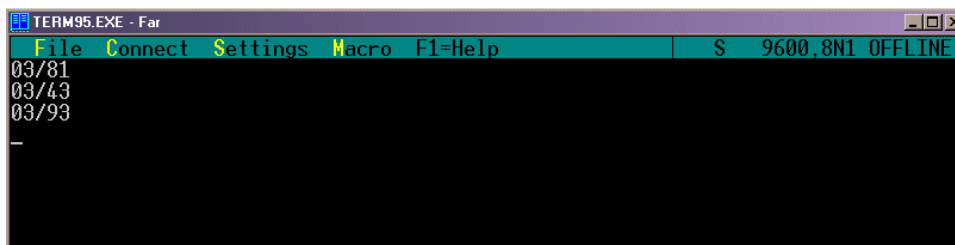

Рис. 5
как видно из **рис. 5**, 03 – адрес панели; 81 – код события, соответствующий отсутствию напряжения. Далее, срабатывание (43) и восстановление (93) 3-ей зоны той же панели.